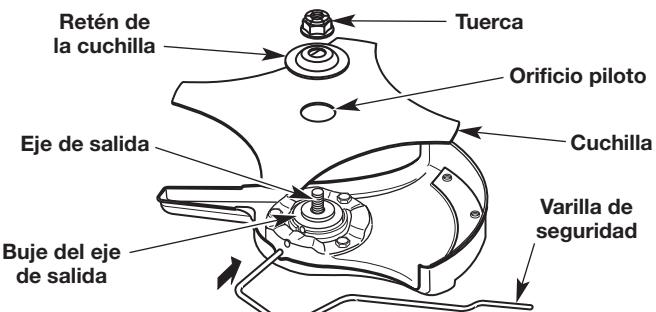

Fig. 15
- Mientras sostiene la varilla de seguridad en su lugar, coloque la cuchilla sobre el alojamiento del eje de salida (Fig. 15).
ADVERTENCIA: Para evitar lesiones personales graves, asegúrese de que el orificio piloto de la cuchilla se asiente de forma plana contra el casquillo del eje de salida (Fig. 15). La unidad vibrará y la cuchilla se puede desprender si la cuchilla no está centrada.
- Coloque la retención de la cuchilla sobre el eje de salida con la superficie plana contra la cuchilla (Fig. 15).
- Atornille la tuerca sobre el eje de salida (Fig. 15).